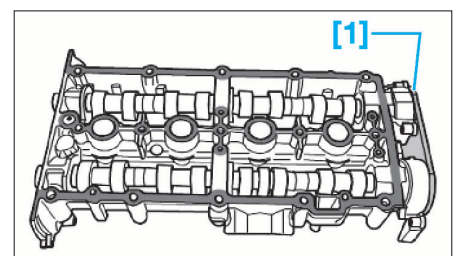

FIG. 61
- Appliquer une mince couche et régulière de produit d'étanchéité sur la surface propre du carter d'arbres à cames (Fig.61).